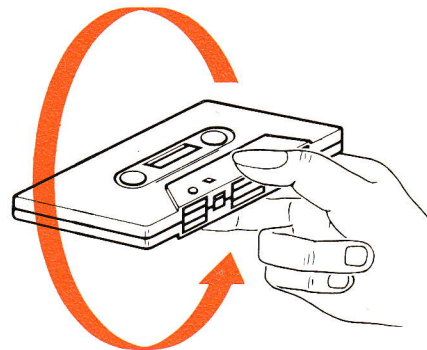

Fig. 6
- Après utilisation de la première piste (enregistrement ou lecture) appuyer sur la touche (28) « stop/éject » pour faire ressortir les touches (29), (30), (31) et (32) si elles n'y sont pas déjà.
- Appuyer à nouveau sur la touche (28) « stop/éject » ; le volet porte-cassette (26) s'ouvre.
- Retourner la cassette comme indiqué à la figure 6.
- Introduire la cassette dans le volet-porte-cassette (26) et refermer celui-ci.